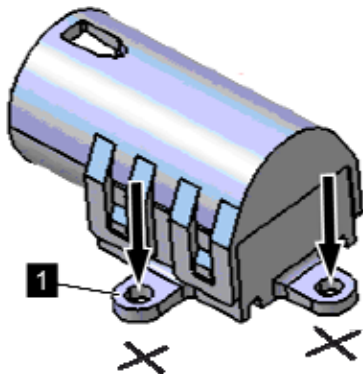

Abb. 6: Ösen der LED-Einheit anzeichnen
1. Nutzen Sie die Ösen (Abb. 6/1) der LED-Einheit als Schablone und markieren Sie die Bohrlöcher mit einem Bleistift (Abb. 6/Pfeile).